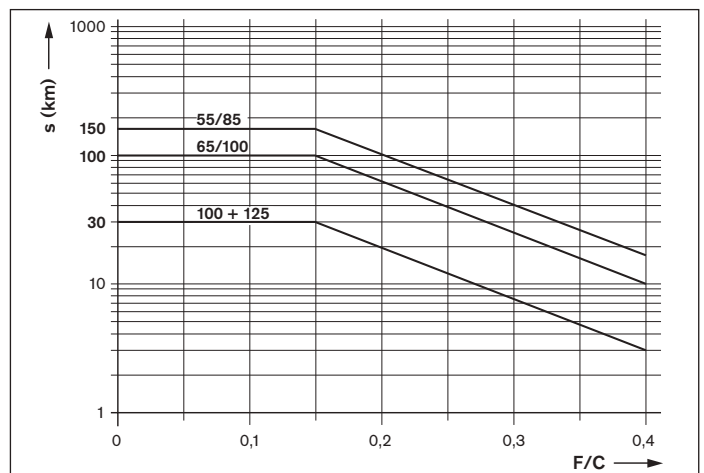

Figura 14
- ▶ Si se alcanza el intervalo de relubricación de la figura 14, se deberá introducir la cantidad de lubricante según la tabla 11.
- ▶ Si se alcanza el intervalo de relubricación de la figura 14, se deberá introducir por cada conexión de lubricación la cantidad de lubricante según la tabla 11.